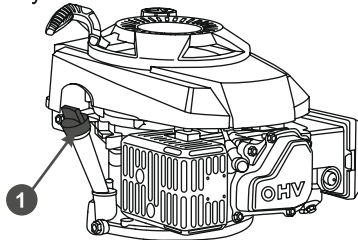

Рис. 17 Крышка-щуп маслосливной горловины
5. Осторожно открутите крышку-щуп 1 (Рис. 17) маслосливной горловины, протрите его насухо и отложите в сторону.